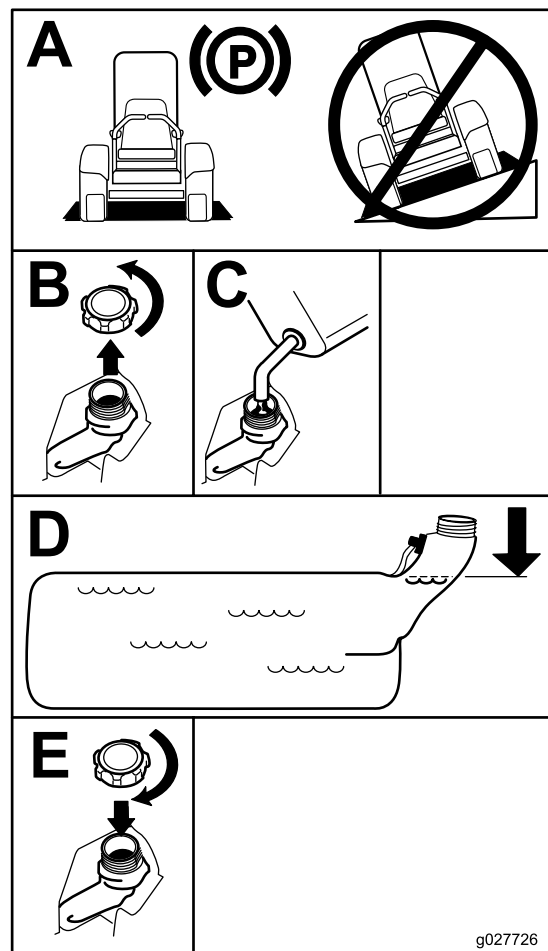

Bild 7
4. Füllen Sie den Kraftstofftank bis zur Unterseite des Füllstutzens (**Bild 7**).